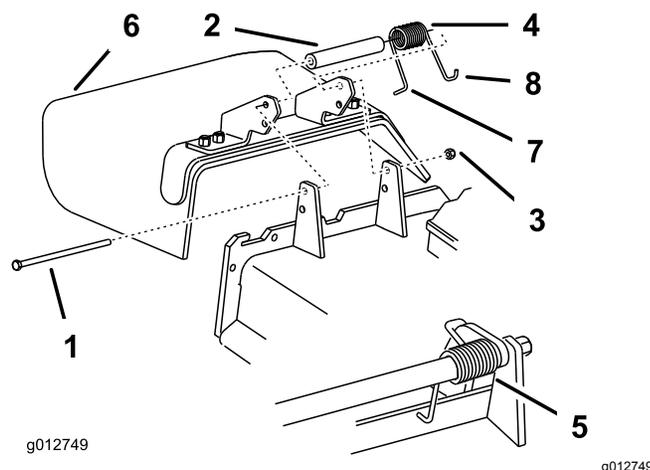

Figure 60
Remarque: Veillez à placer l'extrémité en L du ressort derrière le bord du plateau avant de mettre le boulon en place, comme montré à la Figure 60.
- Remettez le boulon et l'écrou en place. Placez l'extrémité en J du ressort autour du déflecteur d'herbe (Figure 60).
- Retirez le contre-écrou, le boulon, le ressort et l'entretoise qui fixent le déflecteur aux supports de pivot (Figure 60).